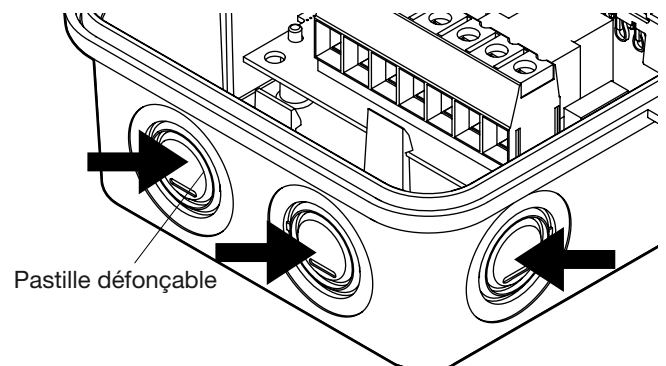

FIG. 6 Pastilles défonçables
6. Sélectionner et ouvrir le nombre approprié de pastilles défonçables pour votre installation, comme illustré à la FIG. 6. Pour retirer le cercle interne de 1,27 cm (1/2 po) d'une pastille défonçable, insérer un tournevis dans la fente et frapper doucement jusqu'à ce que la pastille tombe. Si le câblage nécessite davantage d'espace, retirer la bague extérieure de 1,9 cm (3/4 po) de la pastille à l'aide de pinces après avoir retiré le cercle interne. Lisser les bords des pastilles si nécessaire. Voir FIG. 6.